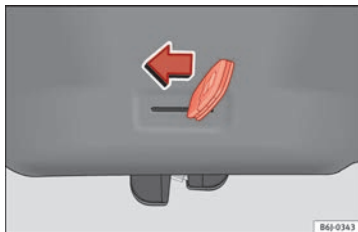

Fig. 7 Apertura de emergencia del portón trasero.
- Introduzca el espadín de la llave en la ranura y desbloquee el sistema de cierre, dirigiendo la llave de derecha a izquierda, tal como indica la flecha » fig. 7.